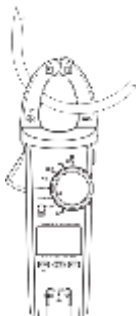

Рис. 4 Измерение силы переменного тока
7.1 Измерение силы переменного тока (см. рис. 4)